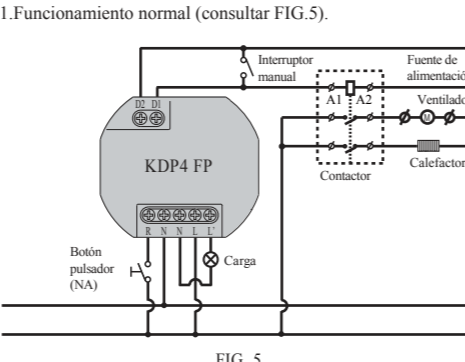
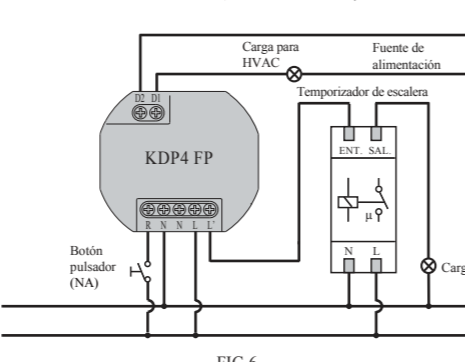
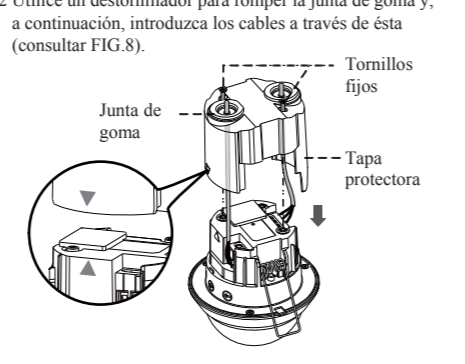

FIG.5
FIG.6
FIG.8
3.3.1. Funcionamiento normal (consultar FIG.5).
3.3.2 Interruptor temporizado de escalera controlado por sensor (Time 1 debe establecerse en \sqrt{L} , consultar FIG.6).
3.4.2 Utilice un destornillador para romper la junta de goma y, a continuación, introduzca los cables a través de ésta (consultar FIG.8).
3.4.3 Consulte las ilustraciones FIG.5-FIG.6 para seleccionar el cableado correcto y asegúrese de que el símbolo "▲" de la tapa protectora esté alineado con el símbolo "▲" de la carcasa (consultar FIG.8). A continuación, enrosque la tapa protectora firmemente.